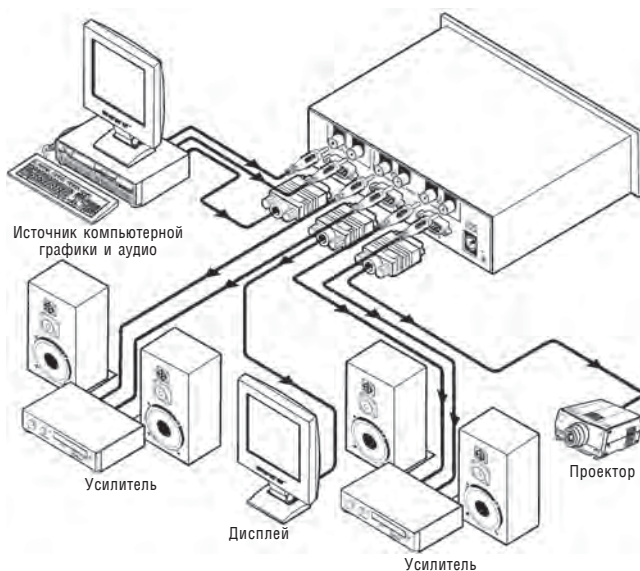

Рис. 4. Подключение VP-2x1
Пример подключения **VP-2x1** приведён на рис. 4:
- 3 Подключите блок питания к разъёму 12V DC и подключите блок питания к сетевой розетке (на рис. 4 не показан).